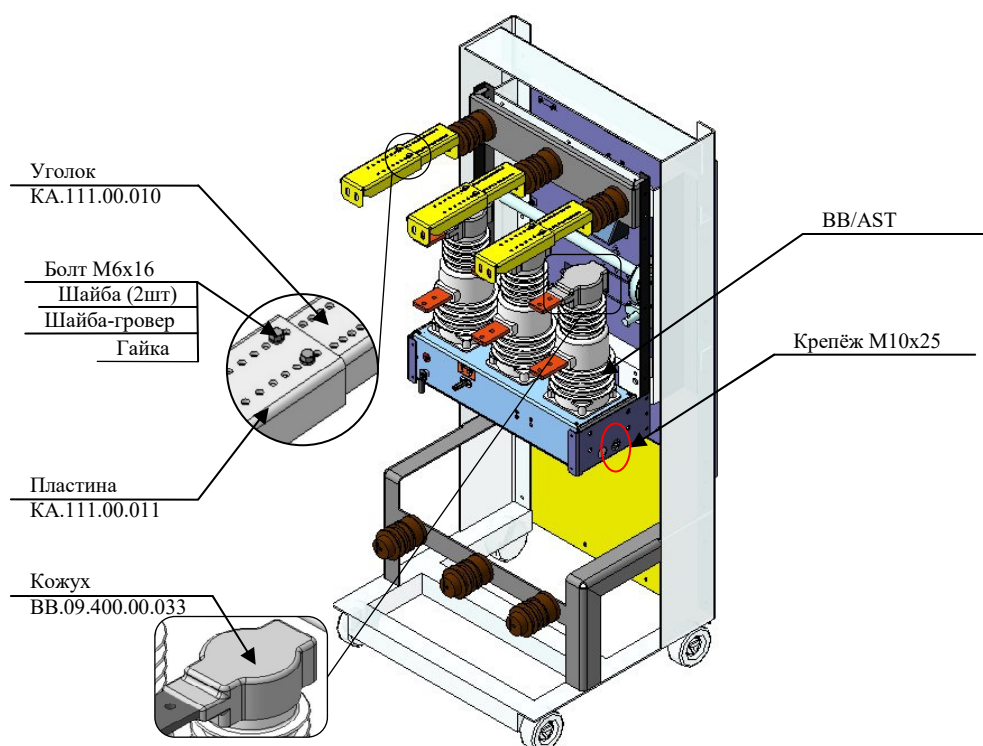

Рисунок 2 — Установка ВВ/AST, держателей шин (шаги №3-6)
1. Собрать и отрегулировать механизм ручного отключения по рис. 2 из РО.05 КВ (см. в комплектации РО/АСТ-05).